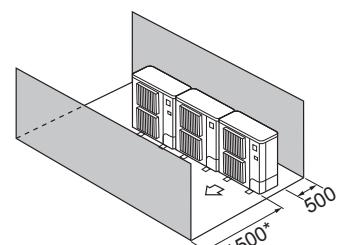

Fig. 2-12
④ Εμπόδια στην μπροστινή και την πίσω πλευρά μόνο (Fig. 2-12)